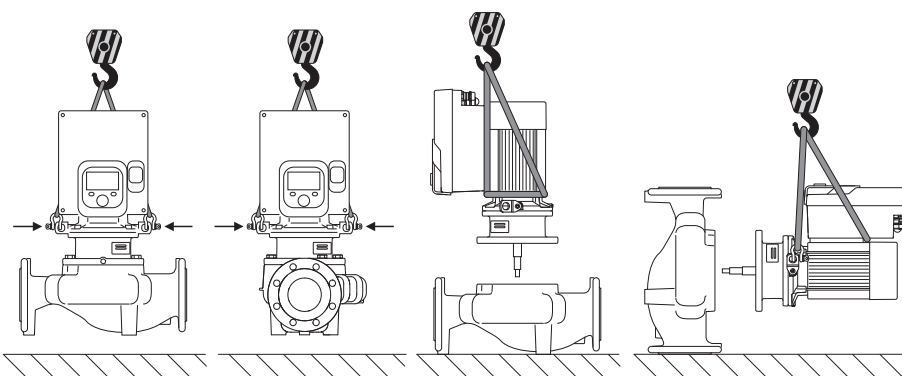

Fig. 6: Dirección de elevación de la bomba simple
El transporte de la bomba deberá efectuarse con medios de suspensión de cargas autoriza- dos (p. ej. polipasto, grúa, etc.). Los medios de suspensión de cargas se deben fijar a las arg- ollas de transporte situadas en la brida del motor. En caso necesario, desplace los lazos de elevación por debajo de la placa adaptadora (Fig. 6/7). Asegure la bomba para que no se vuelque.
2. Fije el juego de introducción (Fig. 4) a las argollas de transporte con equipos de elevación adecuados a modo de protección. Para que la unidad no vuelque, tienda una correa según la Fig. 6 alrededor del motor y del adaptador del módulo electrónico. Al hacerlo, evite que el módulo electrónico sufra daños.